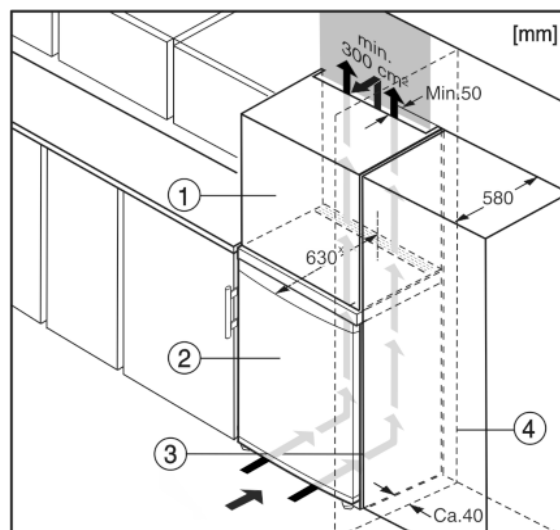

Fig. 5
Het apparaat kan in keukenkasten worden ingebouwd. Om het apparaat Fig. 5 (2) aan de hoogte van het keukenblok aan te passen, kan boven het apparaat een opzetkast Fig. 5 (1) worden aangebracht.
Bij een ombouw met keukenkasten (diepte max. 580 mm) kan het apparaat direct naast de keukenkast *Fig. 5 (3)* worden geplaatst. Het apparaat steekt aan de zijkant 34 mm x en in het midden 50 mm x uit ten opzichte van het keukenkastfront.
Plaatst u het apparaat met de scharnierkant naast een muur *Fig. 5 (4)*, dan moet de afstand tussen apparaat en muur minstens 40 mm bedragen. Dit in verband met het uitsteken van de deurgreep bij een geopende deur.